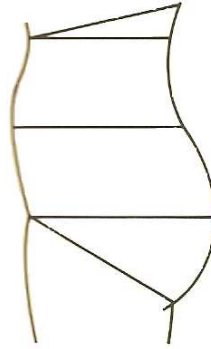

Figure 9 : Forme montante au dos avec emboîtement (29)
- Forme montante au dos avec emboîtement (antiptôsiq) : pour femme avec ptôse organique (Figure 9) ;